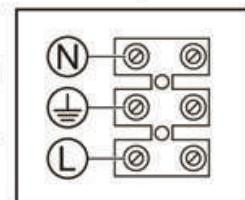

Рис. 1
- Подключите трехжильный кабель к клеммной колодке, в соответствии с указанной маркировкой клеммы L,  $\pm$ , N (Рис. 1).